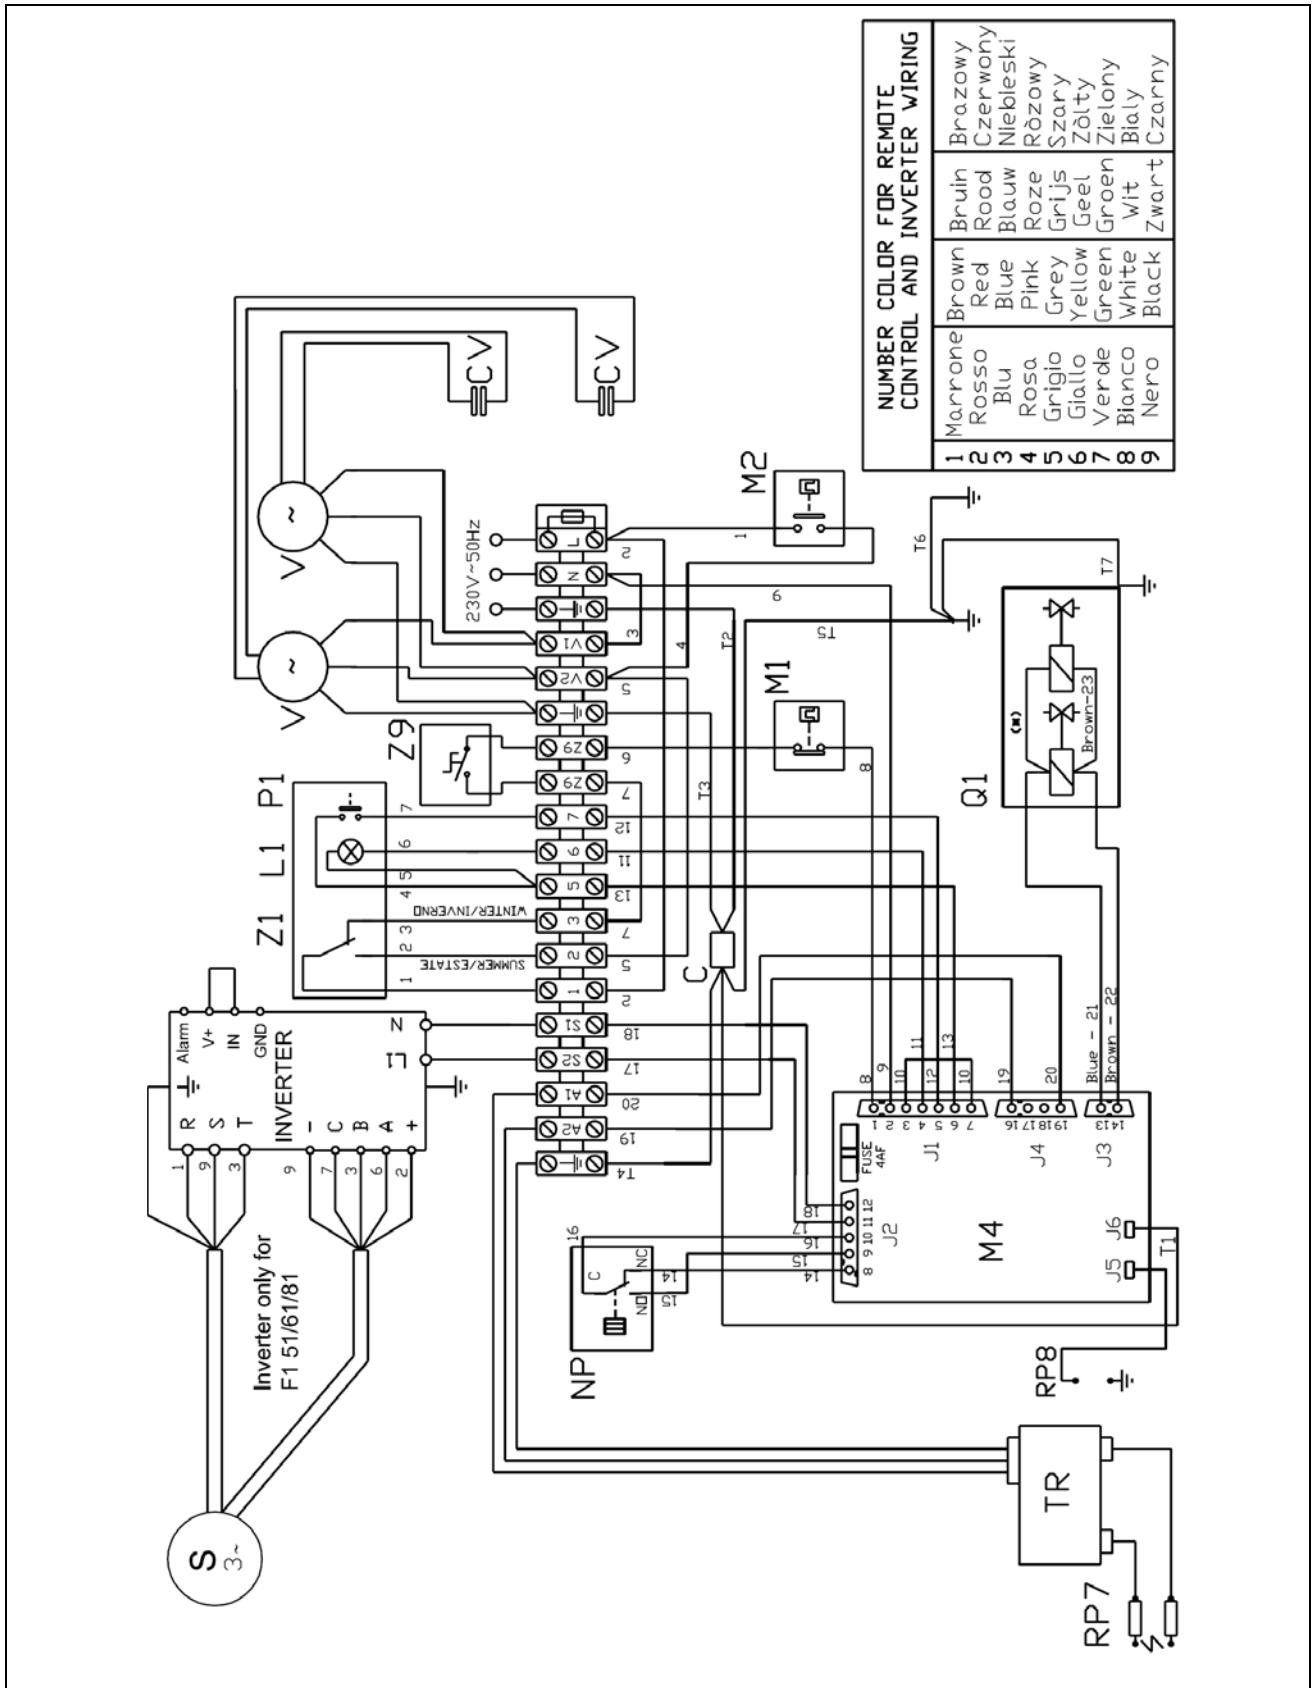

Рисунок 19
- Подключите кабели выходного щитка устройства по признакам которые указаны в схеме установки (см. рисунок 19)